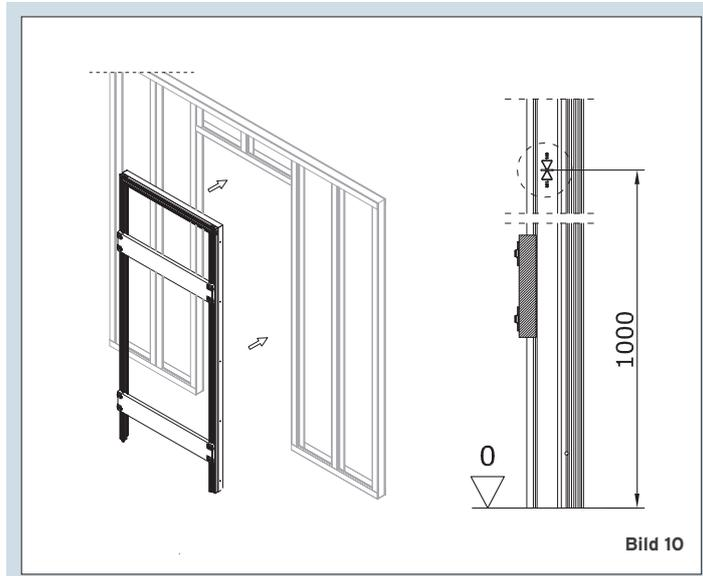

Bild 10
**① HINWEIS ZUM EINBAU IN LEICHTBAUWAND:**
① Pratzen sind bei Montage in eine Leichtbauwand nicht erforderlich! Beim Einsetzen der Zarge in die Leichtbauwand, die UA-Profile auf Außenmaß der SOLO-Zarge abstimmen .
1. Auf Meterriss (FBOK) einrichten. (Bild 10).